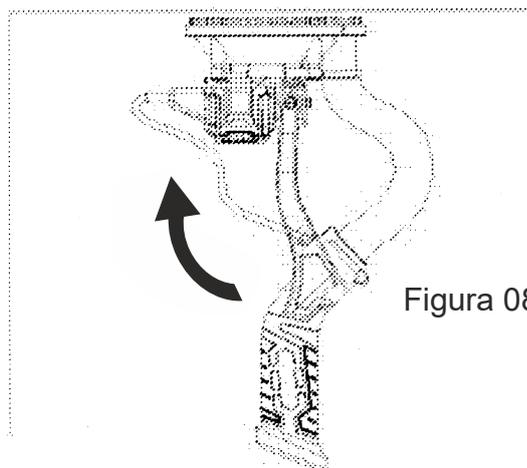

Figura 08
6.7. Fresando tetos (figura 08):